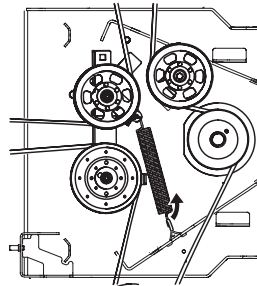

Figure 40
- b. Décrochez le ressort de la poulie du crochet sur le côté droit du milieu du plateau (Figure 40).